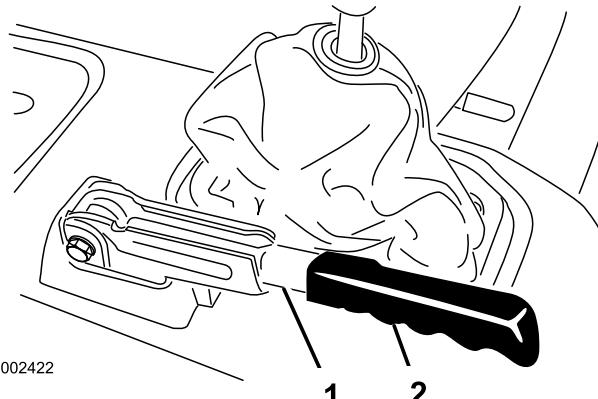

Bild 60
- Nehmen Sie den Gummigriff vom Feststellbremshobel ab (Bild 60).